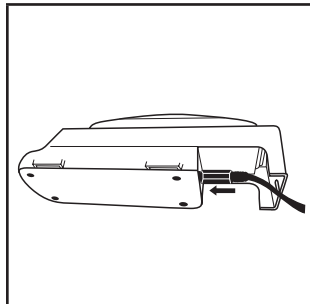

Fig. 1 – Configuração do Carregador de Uma Estação (Kit de Carregador de Bateria Simples)
- Carregador de Bateria Individual da Série TR-641N da 3M™: Insira o cabo de alimentação do TR-941N de corrente CC no berço (Fig. 1). Plugue o cabo de alimentação numa fonte de energia AC (100-240 V).